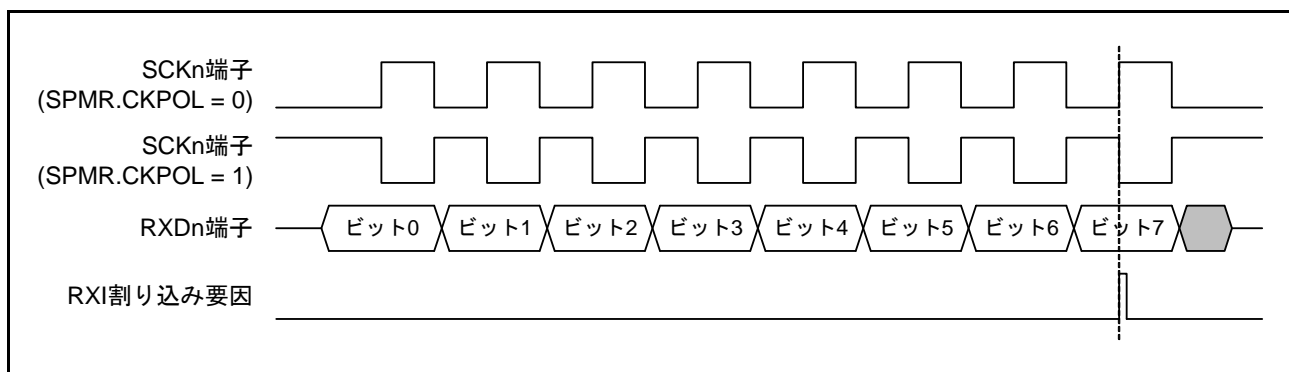

図 23.77 簡易 SPI モード（クロック遅れあり）RXI 割り込み発生タイミング
- クロック遅れあり設定 (SPMR.CKPH ビット = 1) の場合、図 23.77 に示すように SCKn 端子の最終クロックエッジ手前のクロックエッジで受信データフル割り込み (RXI) が発生します。このとき、SCR レジスタの TE、RE ビットを SCKn 端子の最終クロックエッジより前に“0”に設定すると SCKn 端子出力がハイインピーダンスとなり、最終送受信クロックのクロックパルス幅が短くなります。また、RXI 割り込み後、SCKn 端子の最終クロックエッジより前に接続先スレーブに対する SSn# 端子入力信号を High にするとスレーブが誤動作する可能性があります。